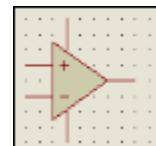

Figura 46: Símbolo exemplo, amplificador operacional.
10. Esboce o componente com o cursor do mouse. Para desenhar formas arredondadas, pressione a tecla CTRL e move o cursor do mouse. Feche os pontos do desenho. Como exemplo, será feito um amplificador operacional, como mostra a figura 46.